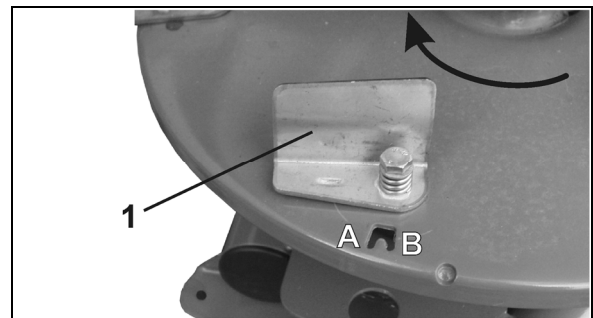
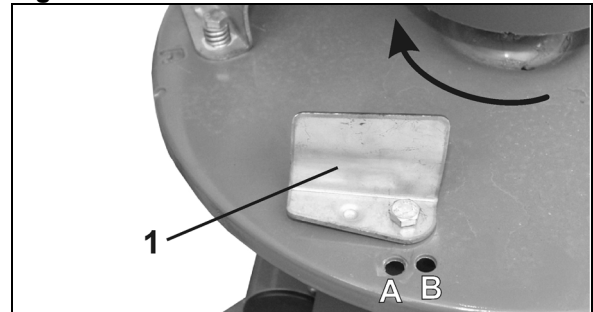

Fig. 14
Fig. 15
Łopatki wysiewające można ustawić w dwóch pozycjach (Fig. 14, Fig. 15).
- Trzy łopatki wysiewające ze sprężyną dociskową do przestawiania ręcznego (Fig. 14/1).
1. Trzy łopatki wysiewające przestawiane przez poluzowanie śrub (Fig. 15/1).